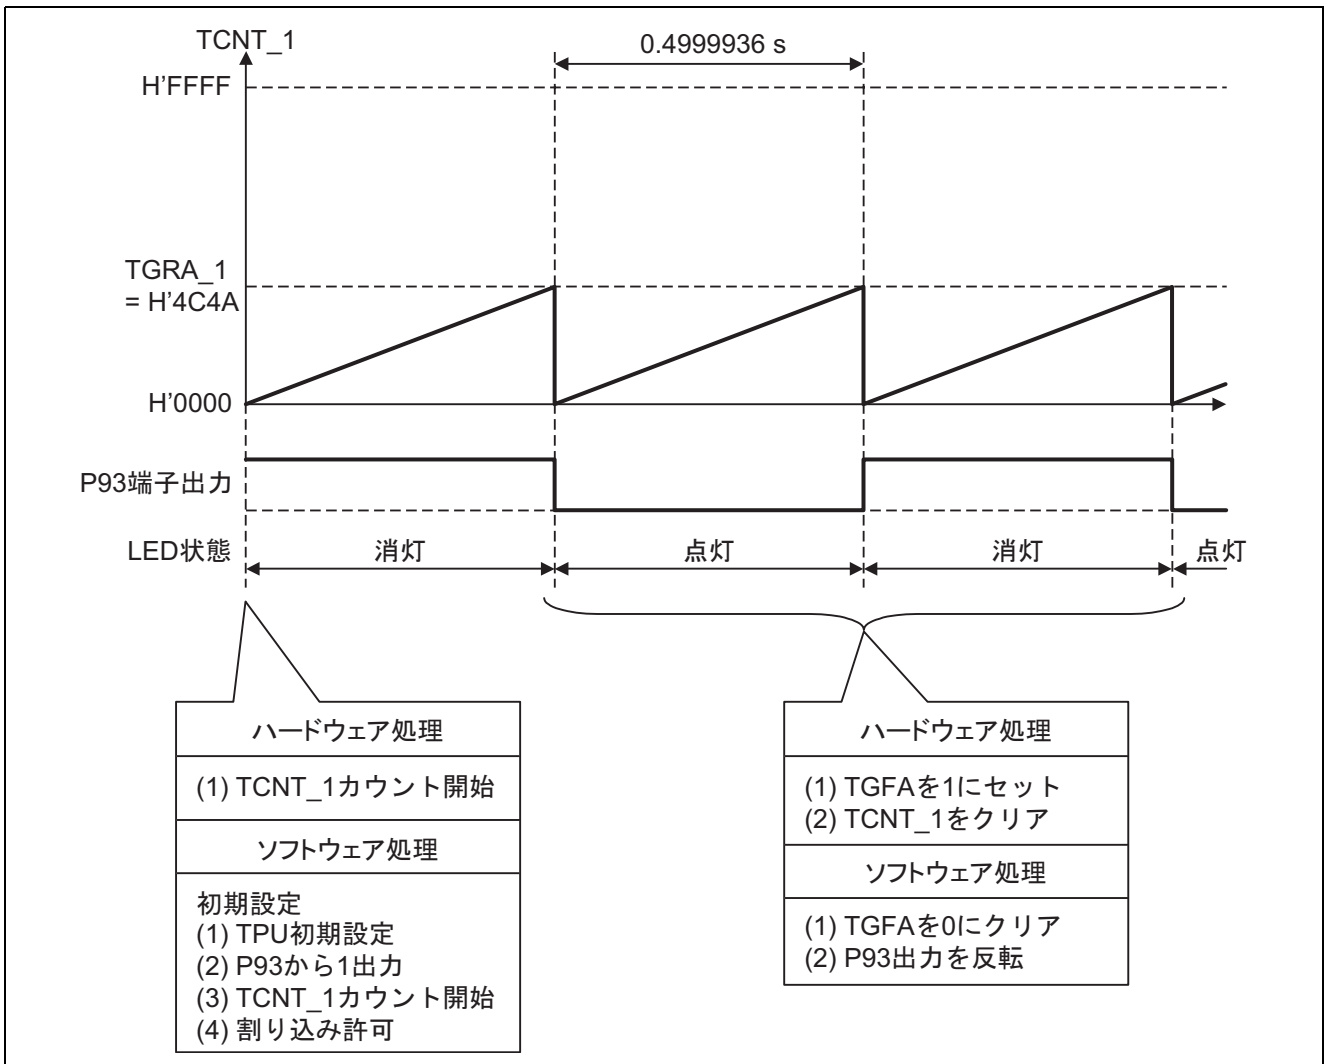

図 3 動作説明
- 図 3 に動作説明を示します。図 3 に示すようなハードウェア、ソフトウェア処理により、TPU のコンペアマッチ機能を使用して、約 0.5 s ごとに P93 に接続した LED の点灯/消灯を行います。